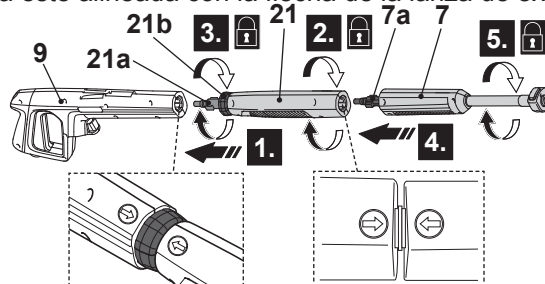

Fig. 11
1. Siempre coloque la lanza corta de extensión (21) cuando use el cepillo para terraza.
2. Alinee e inserte las lengüetas (21a) de la lanza corta de extensión (21) en las ranuras del puerto de conexión de la pistola de pulverización (9). (Fig. 11, paso 1).